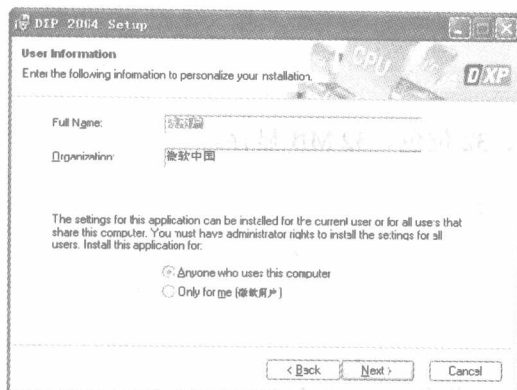

图 1-3 用户信息登记窗口
(3) 单击 按钮进入如图 1-3 所示的用户信息登记窗口。在【Full name】文本框中填写用户名, 在【Organization】文本框中填写用户所在公司名称。